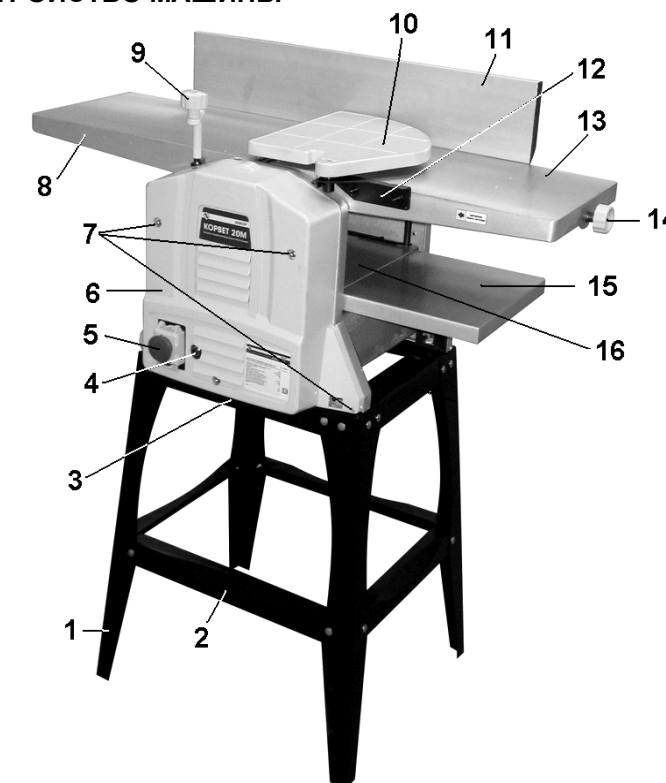
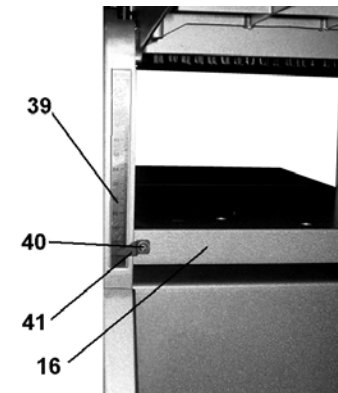

Рис. 2
Рис. 12
#### 9.1. Установка машины (Рис. 2)
9.2.1. Как показано на Рис.2; 5, установите и закрепите направляющую планку (11).
9.2.4. При оборудовании машины для выполнения строгания установите защитную планку (10) в держатель (12). Проверьте правильность работы защитной планки (10), т.е. пружинный механизм защитной планки должен закрывать часть строгального вала, не принимающего участия в обработке заготовки, Рис.2.
**Внимание:** Машина оборудована концевым выключателем. Двигатель строгальной машины включится только при установленном и закреплённом пылесборнике (30).
**Внимание:** Ручка (9) не закрепляется, поэтому устанавливается на момент непосредственной регулировки высоты рабочего стола (16). Выполнение любых операций на машине производится со снятой ручкой (9), Рис. 2, 7.
11.5. Скорость подачи заготовки обеспечивается ручным усилием оператора. При этом учитывайте ширину и глубину строгания, степень влажности, плотности и однородности древесины. Прижимая заготовку к столу подачи (13), подавайте её вперед, навстречу направлению вращения строгального вала, Рис.2, 13. Подавайте заготовку с равномерной скоростью. Любая остановка заготовки образует неровность или ступень на обрабатываемой поверхности заготовки. В целях собственной безопасности защитная планка (10) должна закрывать часть строгального вала (ножей), не используемого при строгании.
11.6. Переоборудуйте машину для выполнения строгания в размер по высоте (рейсмус) (см. пункт 9.2.). Ручкой (9), Рис.2, по шкале (39) установите рабочий стол (16), Рис.12, в положение, соответствующее максимально толстому участку заготовки, после чего установите глубину строгания.
11.7. Заготовку подавайте обработанной (строганной) стороной вниз по поверхности рабочего стола (16) (со стороны приёмного стола (8)) до момента захвата заготовки протяжными роликами (автоматическая подача); по необходимости поддерживайте заготовку, не форсируя и не замедляя скорость прохождения заготовки, Рис.2.
12.1. Отсоедините вилку шнура питания машины от розетки электросети. Демонтируйте направляющую планку (11) и защитную планку (10), Рис.2, снимите патрубков пылесборника (30), Рис.7.
12.2. Ослабьте винты (45) крепления прижимной пластины (44) вращением ключа по часовой стрелке. Аккуратно извлеките прижимную пластину (44) вместе с ножом (43) из гнезда строгального вала (42). Очистите прижимные пластины, гнезда прижимных пластин и строгальные ножи от опилок и пыли. Осмотрите строгальные ножи, прижимные пластины и винты. При наличии поврежденных детали следует заменить.
Предварительно установите ножи (43) в самом нижнем положении. Ножи (43) и прижимные пластины (44) аккуратно установите в пазы строгального вала (42), вращая винты (45) крепления прижимной пластины против часовой стрелки, Рис.12.